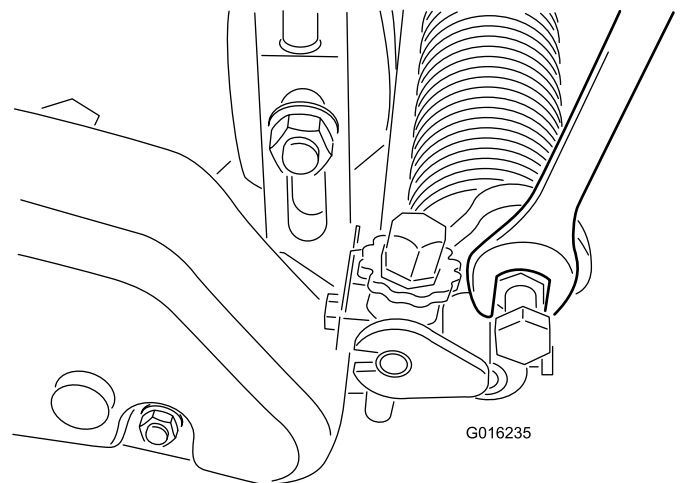

图24
- B. 将刀臂向上或向下旋转至 A 或 B 位置 图24。